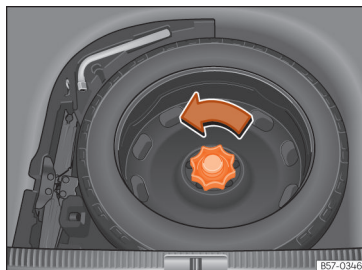

Abb. 248 Im Gepäckraum: hochgeklappter Ladeboden
- Drehen Sie das Rädchen entgegen dem Uhrzeigersinn »» (Abb. 248).